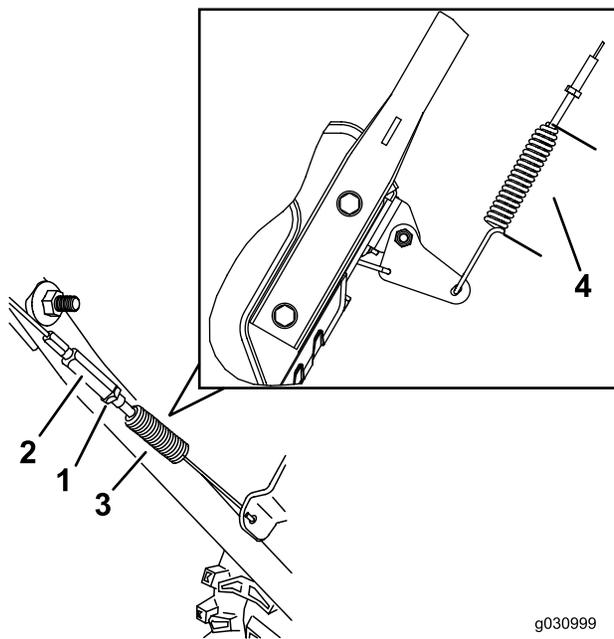

Bild 36
- Ziehen Sie die Klemmmutter (Bild 36) an und stellen Sie sicher, dass der Antriebsbowdenzug etwas gespannt ist.